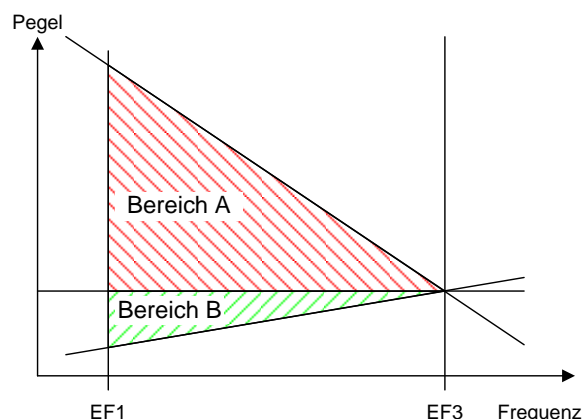

Abbildung 15: Eingangsschräglage
5. Eingangssignal am „TPI“ **82** zur Ermittlung der Eingangsschräglage messen (siehe Abbildung 15)
Fall A: Das Eingangssignal liegt im Bereich A (Abbildung 15):
Fall B: Das Eingangssignal liegt im Bereich B (Abbildung 15):